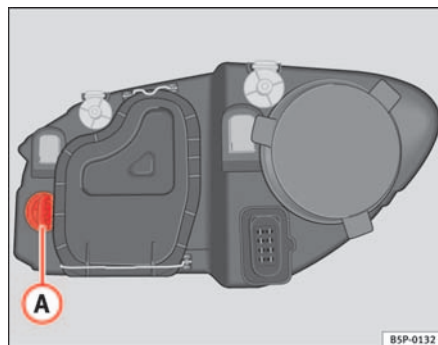

Fig. 174 Lámpara luz intermitente
- Gire el portalámparas ⇒ fig. 174 **A** a la izquierda y tirar.